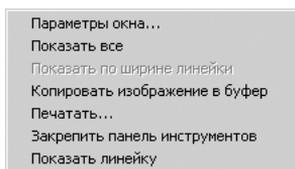

Рис. 2.126. Настройка отдельного графического окна до запуска процесса моделирования
- щелкните в поле графика правой кнопкой мыши. Появится контекстное меню, см. рис. 2.126;